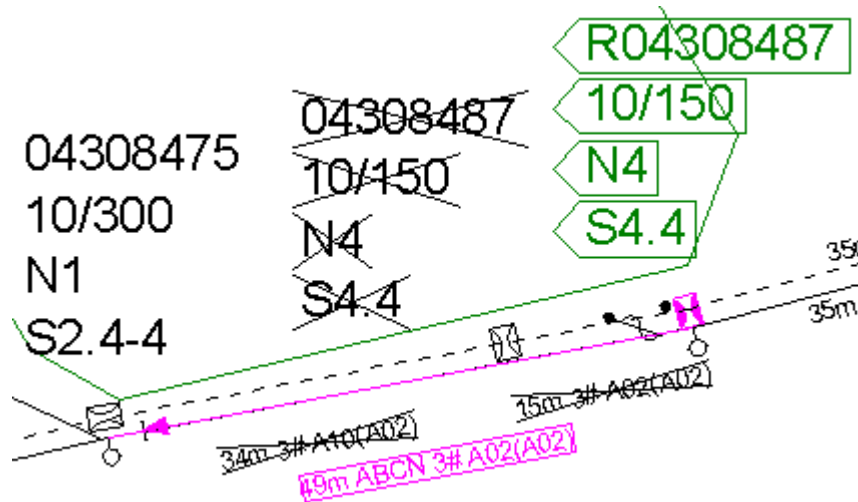

FIGURA 3
BT e depois unitizado, conforme mostrado na Figura 3. Pode ser observado que a chave existente no poste retirado foi movida para o poste reaproveitado, seguindo as orientações do item 3.